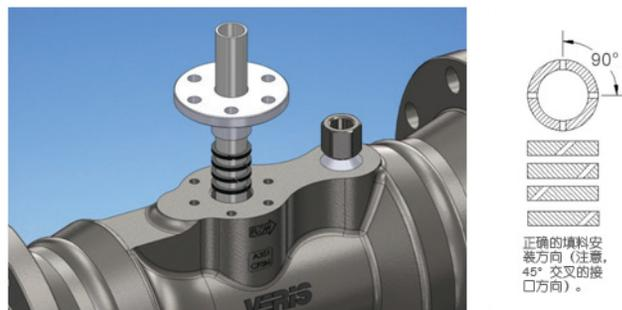

图 4: 密封填料安装
将套管（未提供）或艾伯特®探头插入艾伯特®主体的底孔。-05 探头使用 0.75" O.D 套管，-10 探头使用 1.00" O.D 套管。（参见图 4）
- 为其他三个密封填料重复以上步骤，确保密封填料上的开口呈 90° 分开，如图 4 所示。